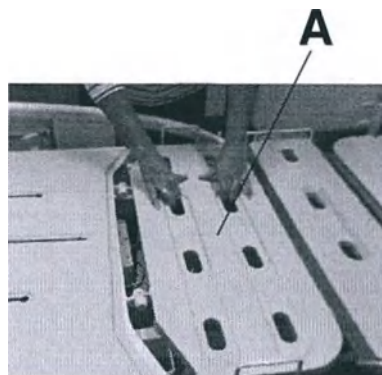

Рисунок 3 – Снятие крышки опоры для верхней части ног
1. Снимите крышку опоры для верхней части ног (А) (Рисунок 3).